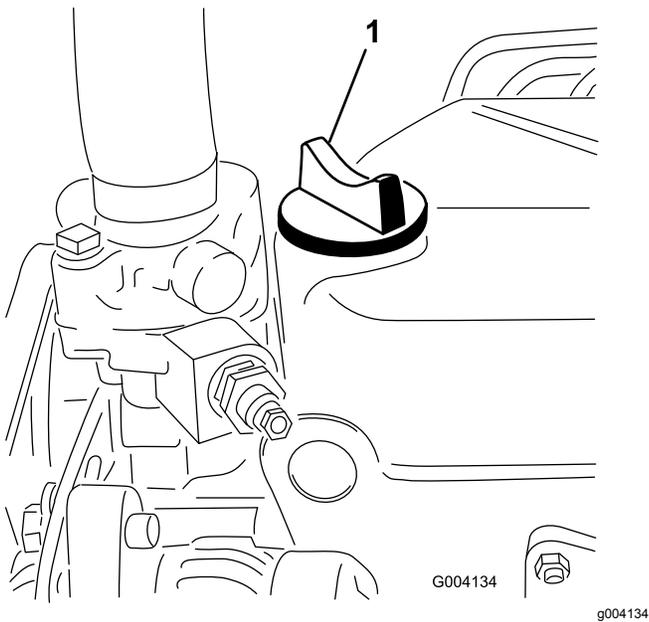

Bild 49
5. Wenn der Ölstand unter der Voll-Markierung liegt, nehmen Sie den Fülldeckel ab (Bild 49) und gießen Sie genug Öl ein, um den Ölstand bis zur Voll-Markierung am Peilstab anzuheben.